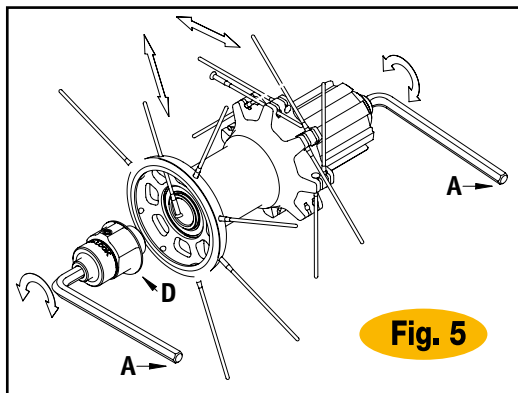

Fig. 5
- Enfiler deux clés 6 pans (A) dans les contre-écrous à l'extrémité des moyeux et dévissez les dans le sens contraire des aiguilles d'une montre.
- Retirez le rayon à changer et insérez le nouveau rayon (Fig.5) et bloquez avec force le contre-écrou mobile.
- Il est éventuellement possible d'effectuer un réglage grâce à la bague (D) en se reportant à la Section II : Moyeux – Moyeu arrière. Contrôlez le roulement de la roue.